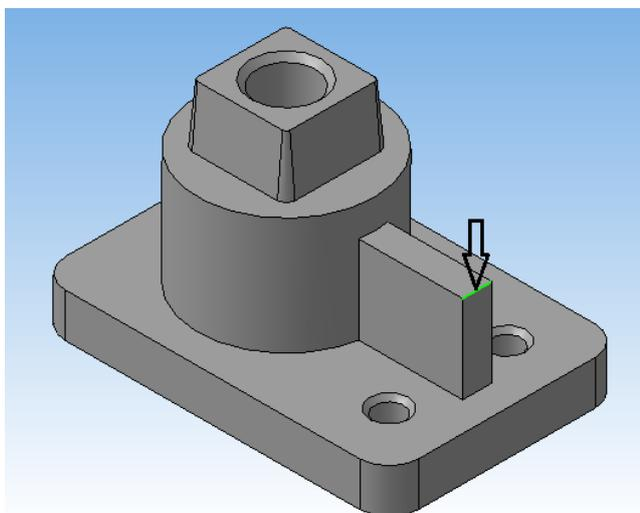

Рисунок 61
26. Выполняем **Скругление**  на угле ребра жесткости, радиусом **10мм** (рисунок 61).